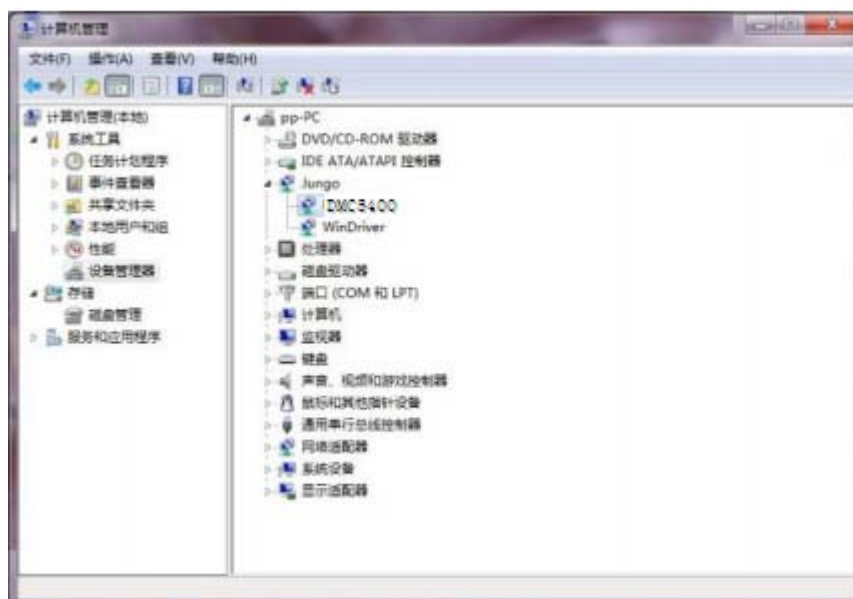

图 5-15 正确安装驱动程序后的设备信息
9、打开设备管理器，如图 5-15 所示，在“Jungo”选项下可以看到 DMC5400 的驱动程序“DMC5400”和相关注册信息“WinDriver”，至此，DMC5400 控制卡就可以正常使用了。（注：只有当这两个选项都正确安装并正常运行后，DMC5400 卡才能正常使用）；